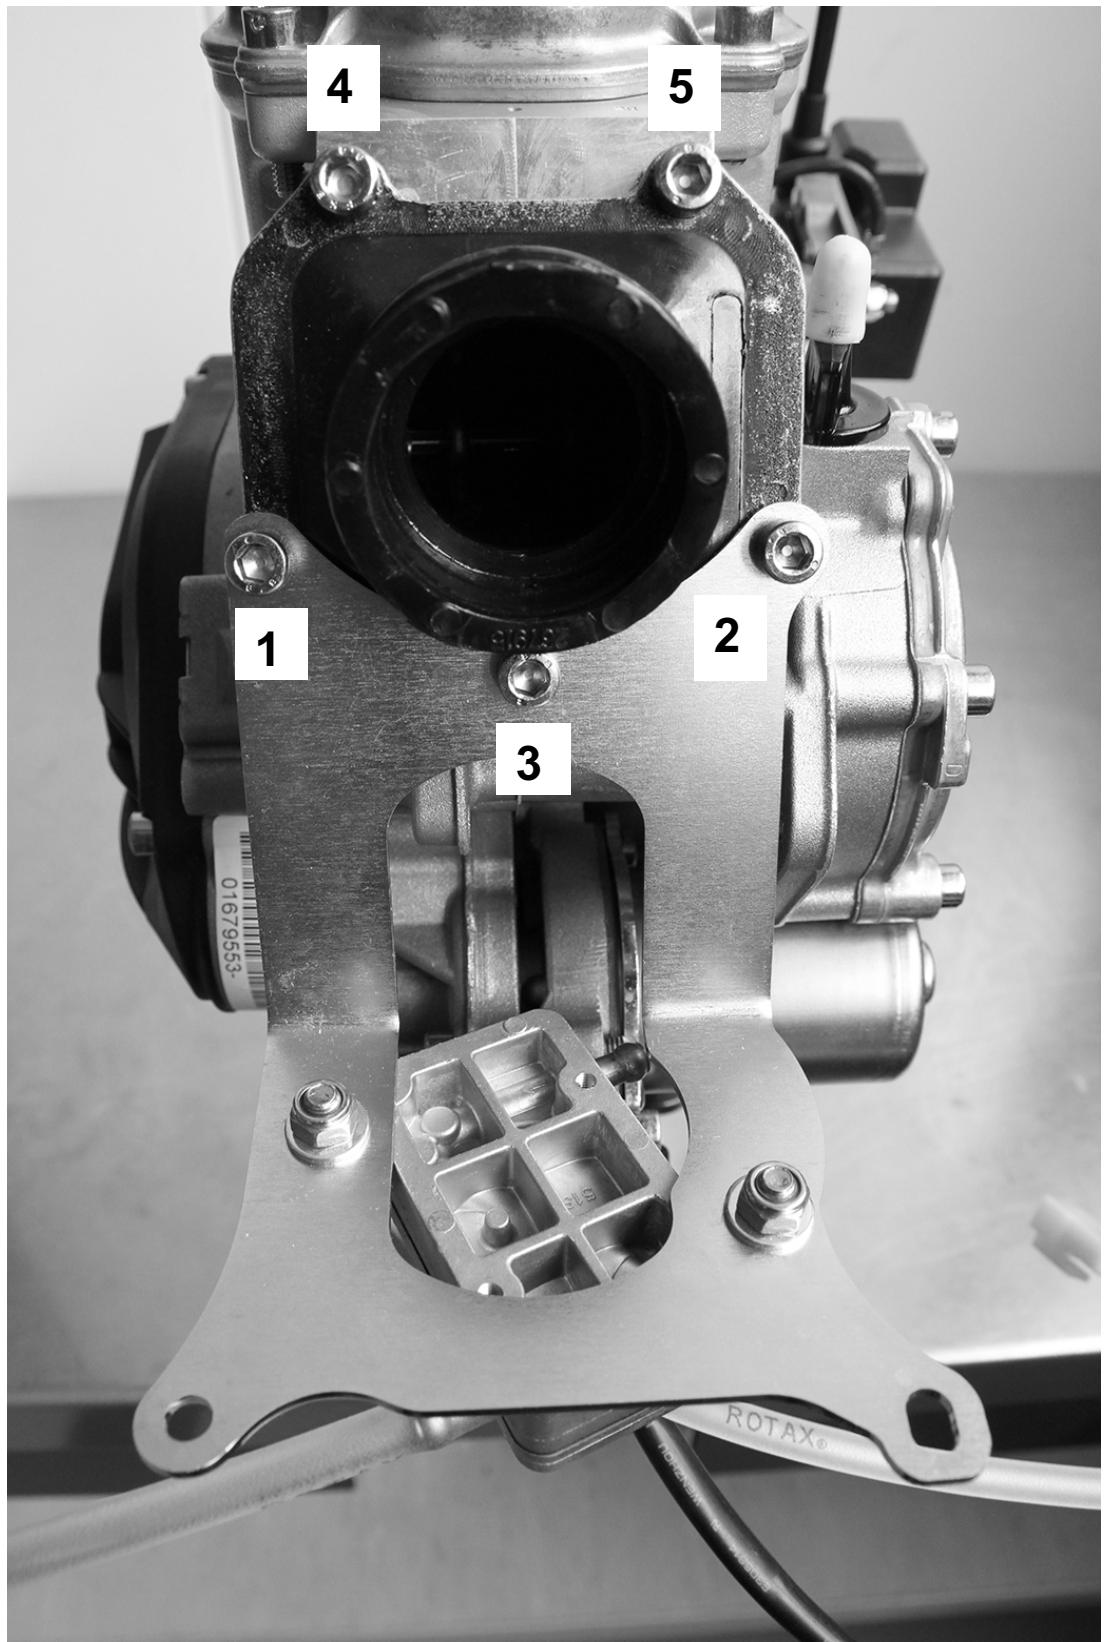

Bild 12 (K00313)
- ➔ Zyl. Schrauben M6 (Pos. 1,2,3, Bild 12) in angegebener Reihenfolge (siehe Bild) vom Kraftstoffpumenträger lösen.
- ➔ Restliche Zyl. Schrauben M6 (Pos.4, 5, Bild 12) lösen und Vergaserstutzen entfernen.